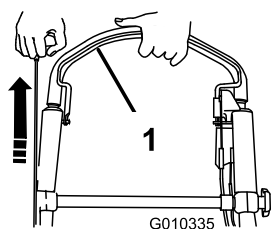

Figure 24
3. Serrez et maintenez la barre de commande de la lame contre le guidon, puis tirez sur la poignée du lanceur (Figure 24).